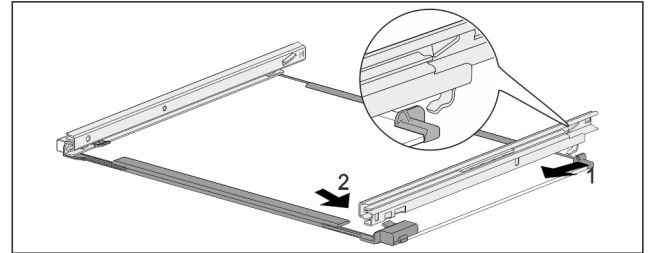

Fig. 181 Стъклена плоча с релси
- ▶ Закачете релсата отзад. Fig. 181 (1)
- ▶ Фиксирайте релсата отпред. Fig. 181 (2)